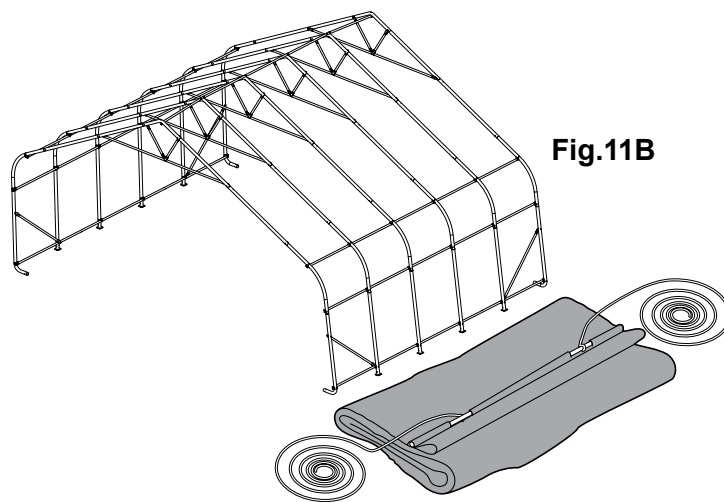

Fig.11B
**B.** Repliez le côté le plus proche de l'armature, de sorte que le fourreau pour tuyau soit accessible. Insérez un tuyau de toile à la première nervure centrale à partir de l'avant et à la première nervure centrale à partir de l'arrière, de sorte que les deux extrémités du tuyau soient insérées dans le fourreau et que le centre du tuyau soit exposé. Pour un abri allongé, il pourrait s'avérer nécessaire d'utiliser des tuyaux additionnels au centre (fig. 11B).